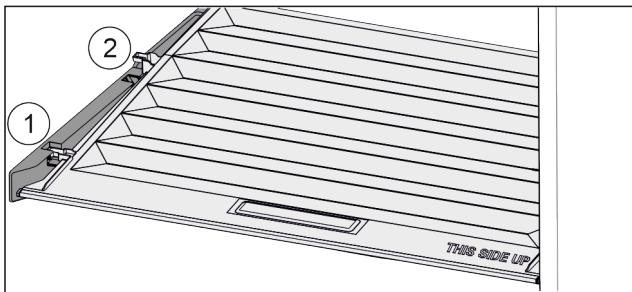

Fig. 39
- Потянуть крышку до отверстия в поддерживающих деталях вперед Fig. 39 (1).
- Поднять сзади снизу и извлечь Fig. 39 (2) движением верх.